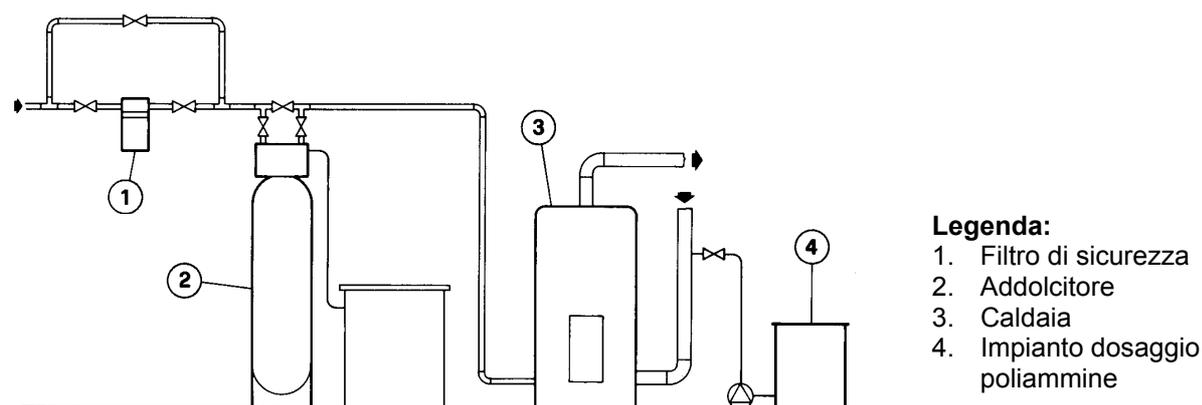

Fig. 16
- per impianti di dimensioni superiori alle 500.000 kcal/h (Fig. 16) è previsto un trattamento misto costituito da addolcimento e condizionamento chimico mediante poliammine.